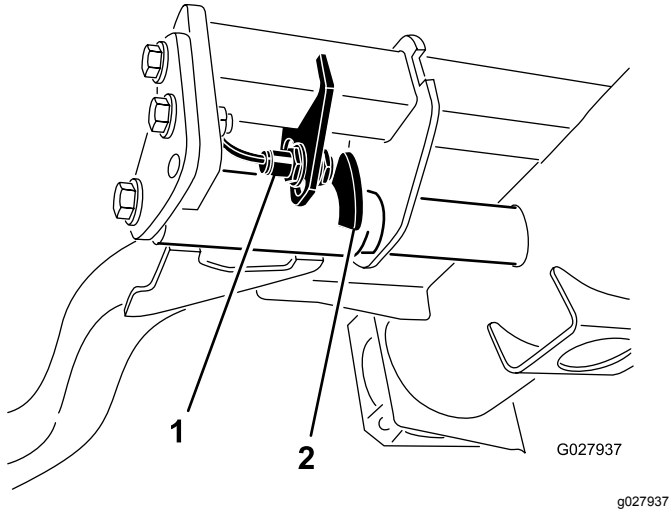

図 68
2. 昇降アームのスイッチは、油圧のメインタンクの下にある右前昇降アームの後ろ側に装着されている図 68。
3. スイッチの取り付けねじをゆるめ、スイッチの位置を下げると、昇降アームの旋回高さが高くなり、上げると、昇降アームの旋回高さが低くなる図 68。